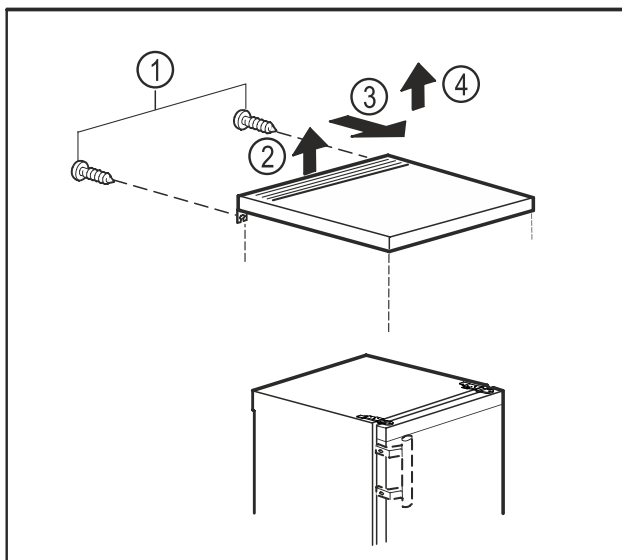

Fig. 10
- Demontirajte vijke na stražnjoj strani. Fig. 10 (1)
- Podignite stolnu ploču otraga. Fig. 10 (2)
- Pomaknite stolnu ploču prema naprijed. Fig. 10 (3)
- Skinite stolnu ploču prema gore. Fig. 10 (4)